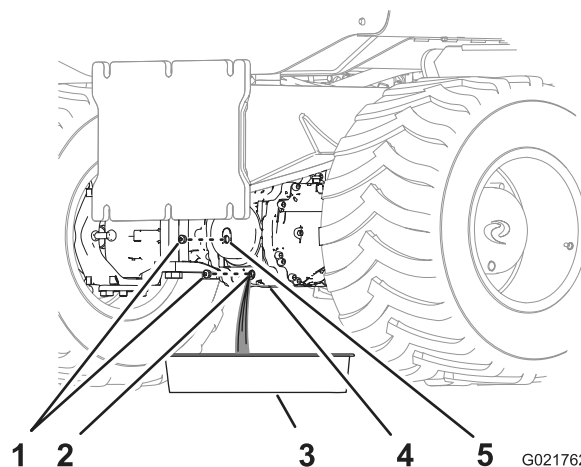
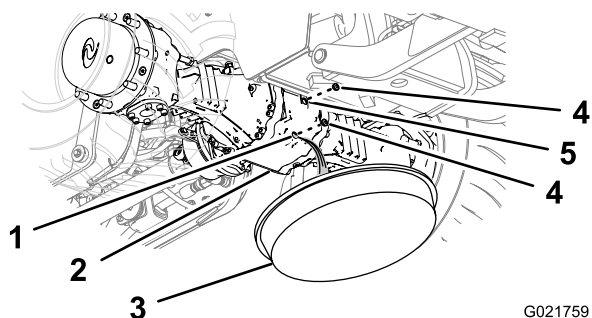

Рисунок 67
Рисунок 66
1. Поместите сливной поддон под картер ведущей шестерни моста (Рисунок 66 и Рисунок 67).
2. Отверните пробки смотрового и сливного отверстий картера ведущей шестерни (Рисунок 66 и Рисунок 67).